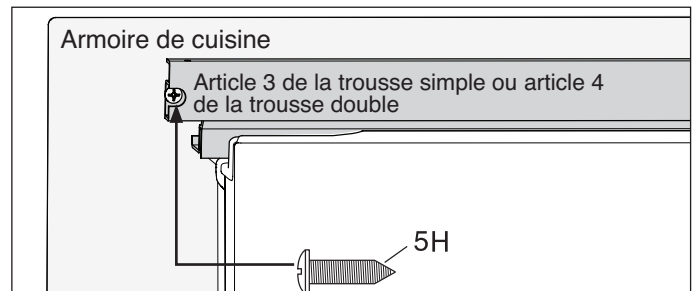

Figure 13
- a. Glissez les appareils en place. Ajuster la hauteur pour que la hauteur de la garniture supérieure atteigne 75,09 po (1907mm). Centrer les appareils dans l'ouverture et mettre de niveau. (Voir l'étape 12 pour consulter les instructions de mise à niveau) (Voir les Figures 13 et 14)